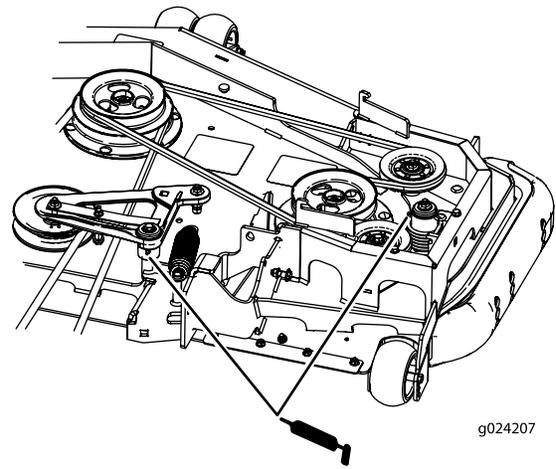

**Figura 52**
4. Engrase los brazos tensores de la correa de transmisión (Figura 52).